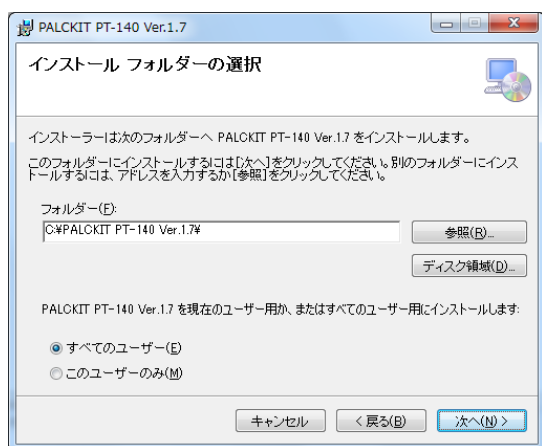

図 6 インストールフォルダ入力画面
③インストールフォルダの入力を行います。任意のフォルダにインストールしたい場合は、直接インストールフォルダのパスを入力するか、[参照] ボタンをクリックしてインストール先のフォルダを指定します。さらにインストールの対象となるユーザーを選択後、[次へ] ボタンをクリックします。(図 6)